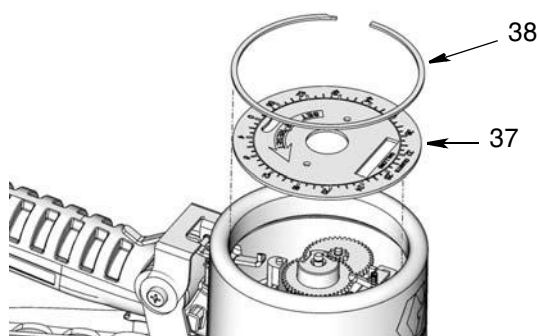

Рис. 33
- Установите лицевую панель (37) и большое стопорное кольцо (38) (Рис. 33).